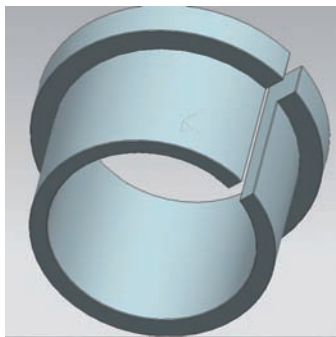

图8 开口台阶套
(2) 制作装夹大正方体工件的夹具：为保证大正方体工件装夹时定位速度快、装夹方便及定心精度高，制作图8所示的开口台阶套。开口台阶套内径略大于大正方体面对角线长49.5mm。内径、外径同轴度高。装夹时，开口台阶套的轴肩用于三爪自定心卡盘卡爪的端面定位。工件装入开口台阶套后，能保证四条棱与夹具内壁接触，从而保证工件中心与卡盘中心一致。